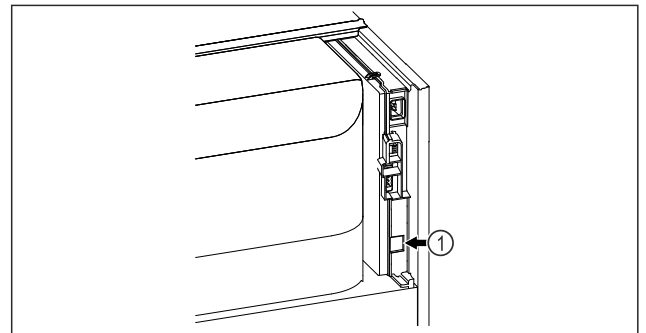

Fig. 90
- SmartModule Fig. 90 (1) se rabi.